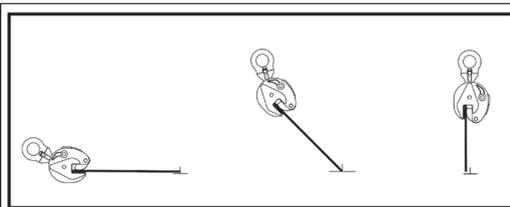
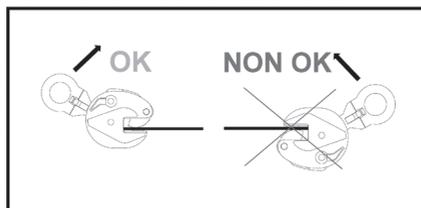

Abb. 7
Abb. 8
Das Zangengelenk ermöglicht es, eine Platte zu drehen und/oder zu kippen, ohne vom Boden abzuheben und ohne über die Vertikale zu gehen. (Abb. 7); auch hier muss die Last richtig und sicher gegriffen werden (Abb. 8).
-  **ACHTUNG:** In Bezug auf die Mindestarbeitslast ist zu beachten, dass bei der Drehung/Kippung einer Platte um 180°, solange ein Ende der Last auf dem Boden liegt, während die Last von der Horizontalen in die Vertikale gedreht wird, das Zubehör nur einen Teil der Last trägt (Abb.7).